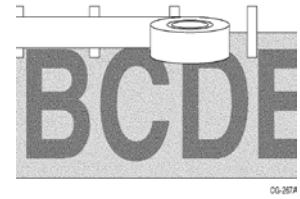

Bild 11
1. Die Folie wird mittels Scotch™ Masking Tape Streifen (5 – 7,5 cm breit) auf dem Untergrund befestigt. Anschließend wird der komplette obere Rand der Folie mit Masking Tape horizontal überlappend abgeklebt (Bild 11). Vorgehensweise siehe Scharniermethode Seite 5.